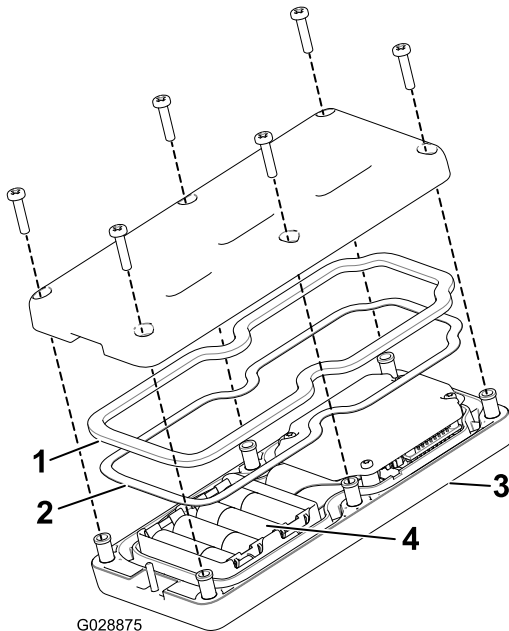

Figura 18
2. Coloque las baterías en su alojamiento observando la polaridad correcta. (Si las pilas se instalan de forma incorrecta, la unidad no resultará dañada, pero no funcionará.) El alojamiento lleva marcas de polaridad para cada terminal grabadas en relieve (Figura 18).
4. Ajuste la cubierta con 6 tornillos (Figura 18) y apriételos a entre 1,5 y 1,7 N·m.
3. Asegúrese de que la junta de acero y la junta de goma están asentadas en la ranura del control remoto, y coloque la tapa trasera (Figura 18).